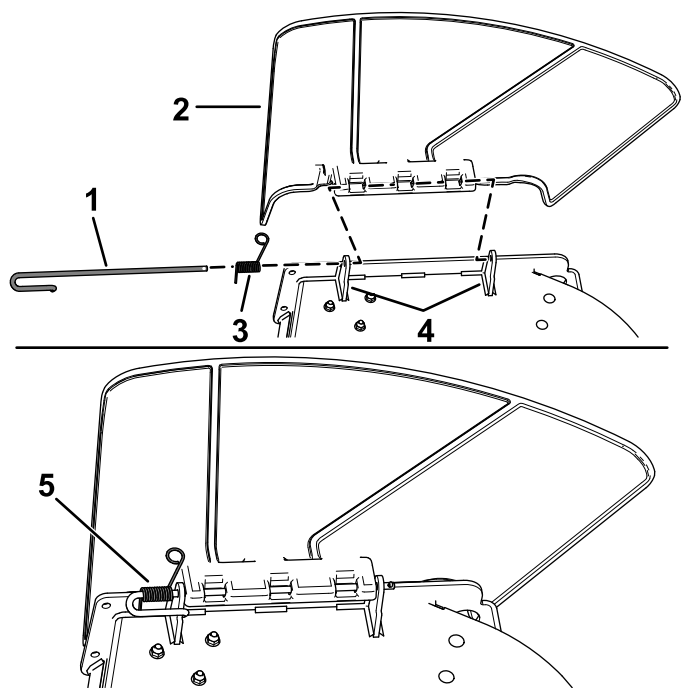

Figura 65
1. Desenganche el muelle de la muesca del soporte del deflector, y retire la varilla de los soportes soldados de carcasa, el muelle y el deflector de descarga (Figura 65).